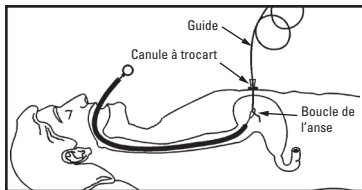

Figure 10
- Faire passer l'extrémité du guide dans la canule et dans l'estomac (figure 10).